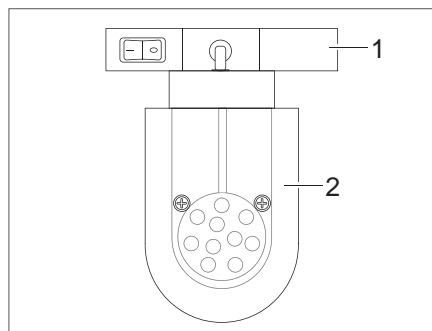

Bild 102 LED-Spotleuchte (Beispiel)
- Halterung (Bild 102,1) fassen und um 90° drehen.
- LED-Spotleuchte (Bild 102,2) aus Schienensystem entnehmen.
- LED-Spotleuchte (Bild 102,2) an gewünschter Position in das Schienensystem einsetzen und um 90° drehen.